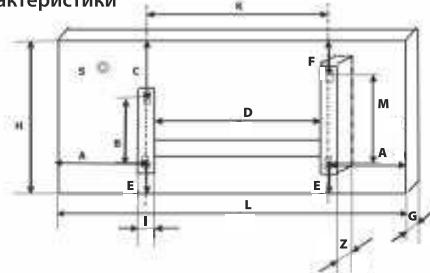

Рис. 2
Габаритные размеры конвектора согласно рис. 2 приведены в таблице 2
Установочные размеры конвектора согласно рис. 2 приведены в таблице 3.
3. В соответствии с рис. 2, 4 и таблицами 2, 3 определите место установки конвектора с соблюдением минимальных расстояний от предметов и минимального расстояния от пола.